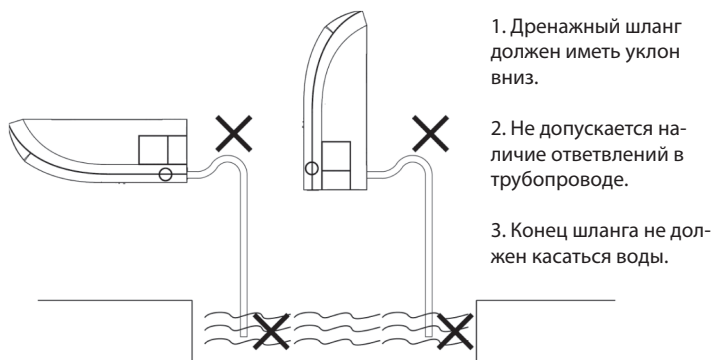

Рис. 3-1-56
4. Подсоедините дренажный шланг. (Рис. 3-1-56)